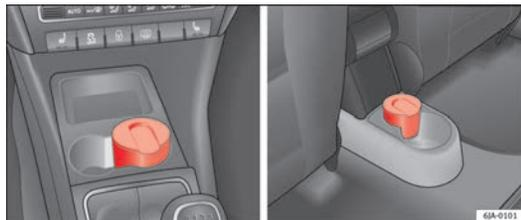

Fig. 85 Console centrale: posacenere anteriore/posacenere posteriore
- Per estrarre il posacenere ⇒ fig. 85 occorre tirarlo verso l'alto.